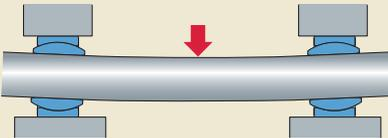

Bild 5
- Geeignet für breite Fertigungstoleranzen, die oft bei kostengünstigen, geschweißten Baugruppen anzutreffen sind (→ **Bild 5**)